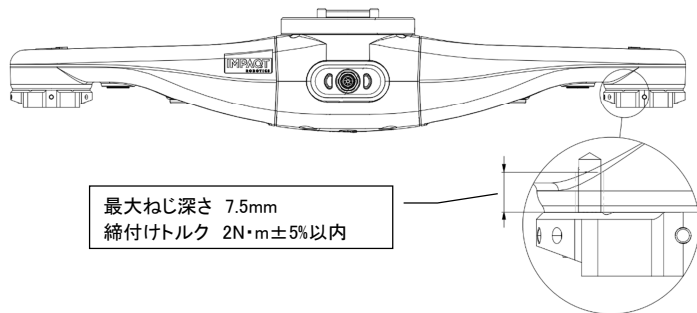

図 8
IMR-PQ180 には 2 つのツール取付面があり、それぞれにツールアダプター（別売り）が必要です。ツールアダプターを取付ける際は、付属されているボルト・ピン・O リングを使用し、締め付けトルクは  $2N \cdot m \pm 5\%$  以内にて締付してください。（図 8）。
- 1、ツールアダプターの最大ねじ込み量、締付けトルクは図 8(p. 15)に記載されています。